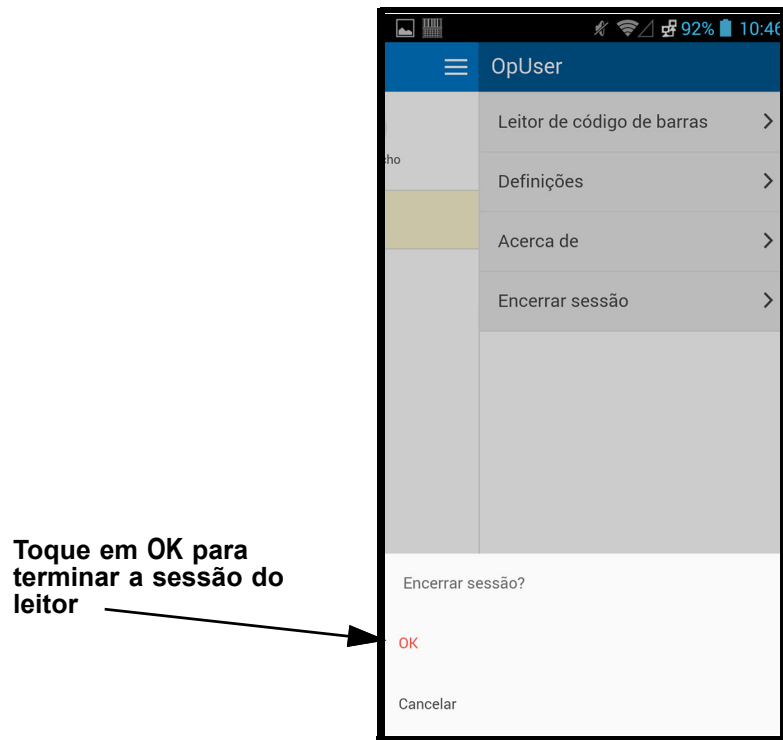

Figura 5-112. Caixa de diálogo Logout (Terminar sessão) do leitor Cepheid Link
11. No menu do leitor, toque em **Logout (Terminar sessão)**. A caixa de diálogo de fim de sessão será visualizada ao fundo do ecrã. Consulte figura 5-112.
12. Na caixa de diálogo de fim de sessão, toque em OK para desactivar o leitor (consultar figura 5-112). Será visualizado o ecrã Login (Início de sessão) do leitor. Consulte figura 5-101.